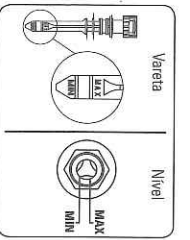
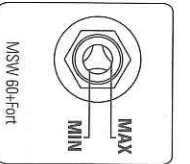

FIGURA 8.6
FIGURA 8.7
1. Verifique el nivel de aceite (Figura 8.7) (Para compresores lubricados).
- D. Verifique el nivel de aceite y complételo si es necesario, antes de encender el compresor. El nivel debe estar entre las marcas máxima y mínima del varilla o visor de nivel aceite (Para compresor lubricado) (Figura 8.6). Para el compresor MSW 60+fort la lectura del visor es como indicado en la Figura 8.7.